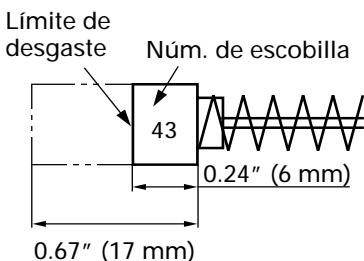

Fig. 5
3. Inspección de la escobillas (Fig. 5)
NOTA: Utilice las escobillas HITACHI Núm. 43 indicadas en la Fig. 5.